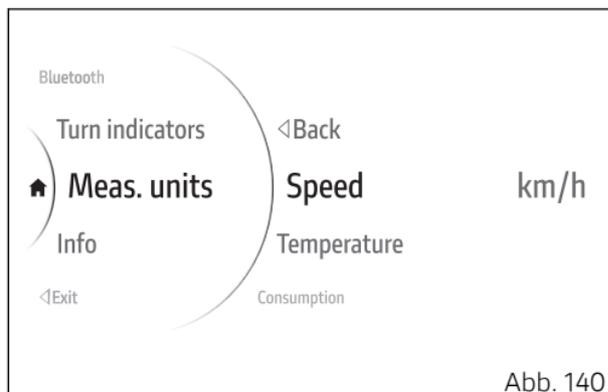

Abb. 140
- Anhand der Tasten (1) und (2) über das Interactive Menu die Angabe „Setting menu“ markieren, dann die Taste ENTER (3) drücken.
- Die Angabe „Measurement units“ markieren, dann auf ENTER (3) drücken.
- Die Angabe „Speed“ markieren, dann auf ENTER (3) (Abb. 140) drücken.